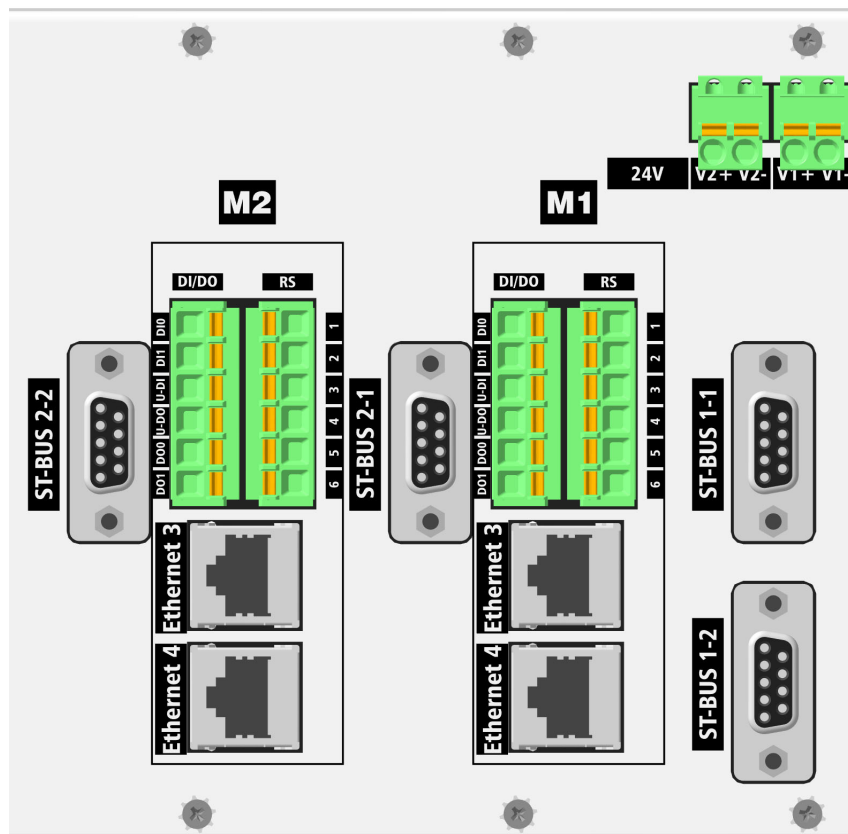

Рисунок 10 - Разъемы питания и подключения внешних цепей к мастер-модулям M1, M2 на задней панели каркаса CR MR
- разъемы DI/DO, RS, Ethernet 3, Ethernet 4 для подключения внешних цепей к мастер-модулям M1, M2 (см. рисунок 10);